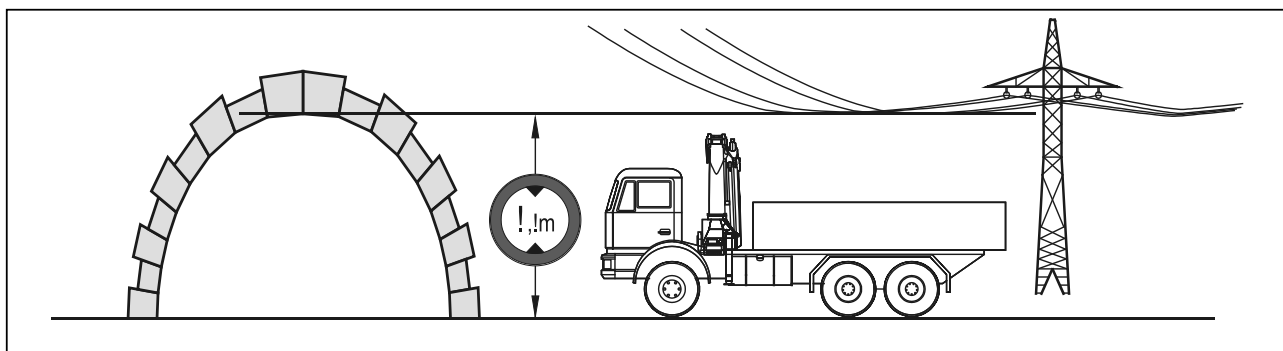

Figura 13. Control de altura
- El conductor del camión debe conocer y tener en cuenta la altura total, los pesos por eje y el peso total (la grúa, los equipos auxiliares y la carga incluidos) del vehículo (ver figura 13).